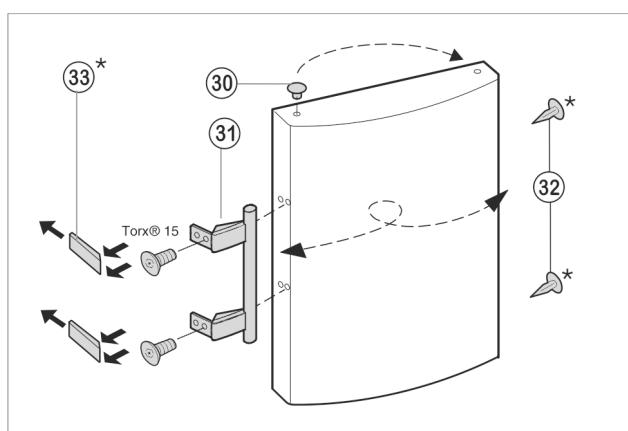

Fig. 10
- Витягніть пробки Fig. 10 (30) із втулок на дверцях і переставте їх.
- Зніміть ручки дверцят Fig. 10 (31), пробки Fig. 10 (32) та пластиини Fig. 10 (33) і переставте на протилежний бік.